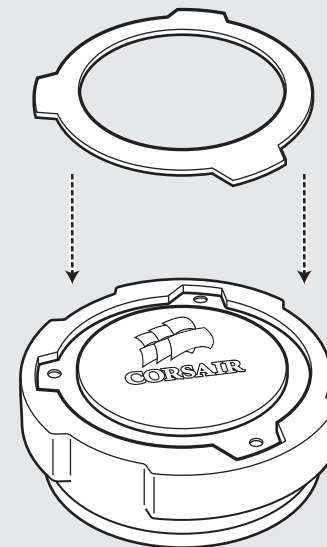

figure 2
- Then merely press the replacement ring of choice into place, as shown in figure 2.
- Ensuite, enfoncez l'anneau de remplacement, comme indiqué sur la figure 2.
- Затем установите кольцо выбранного цвета, как показано на Рис. 2